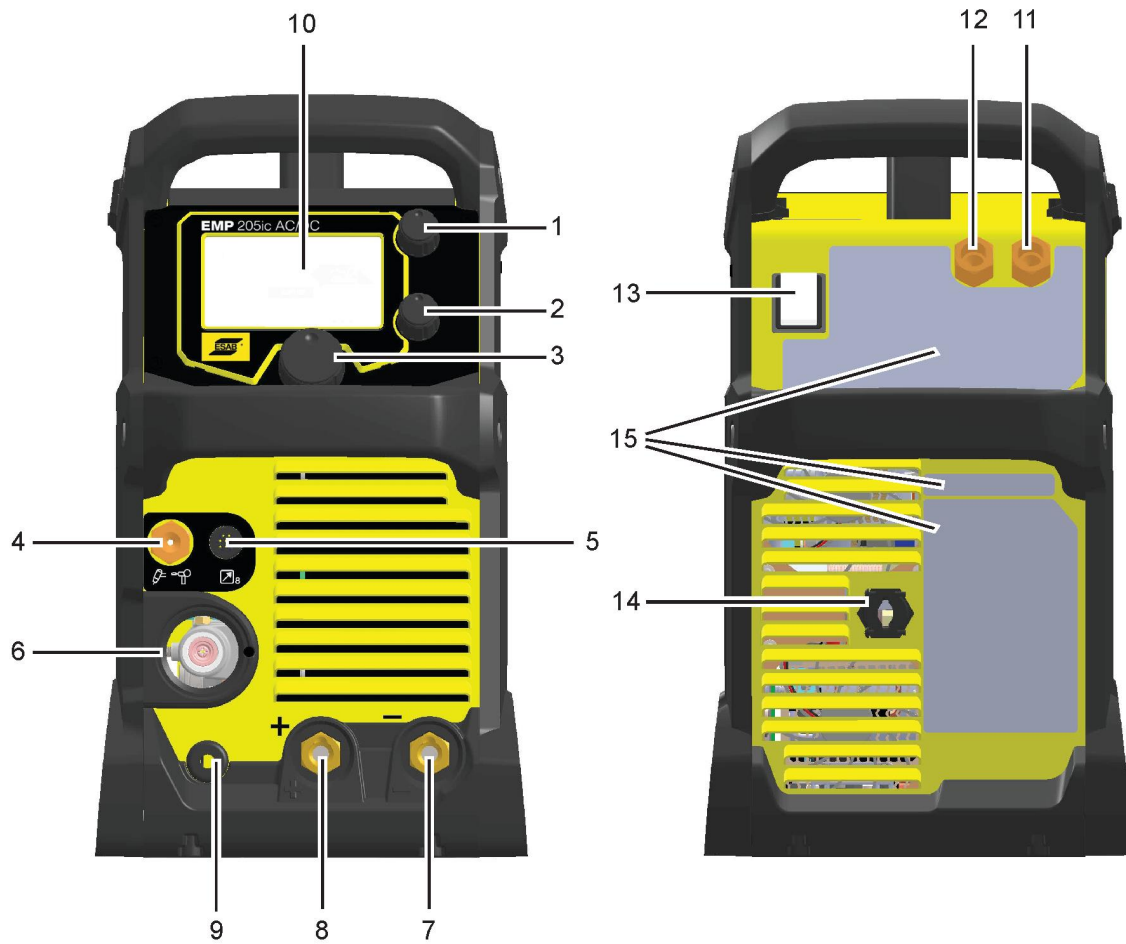

Figure 1. Vues avant et arrière : Modèle EMP 205ic c.a./c.c.
La source de courant comprend deux sorties pour brancher les câbles de soudage et de retour : une borne négative [-] (7) et une borne positive [+] (8) (voir figure 1).
l'alimentation de gaz de protection contrôlée. Branchez le câble de retour à la borne du câble de retour (9). Branchez le connecteur de la torche au branchement de la torche (6) (voir figure 1).